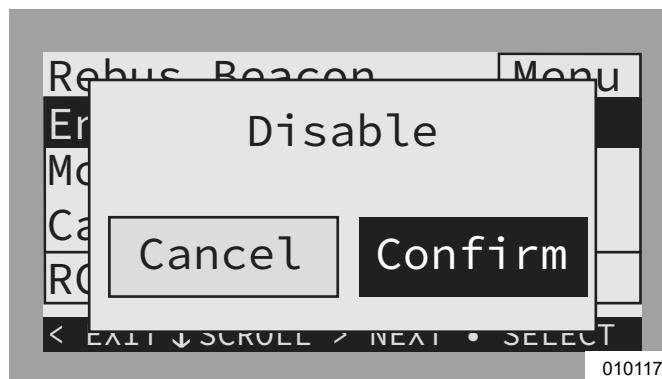

Figure 6-22. Désactiver l'horaire TOU (2 de 3)
3. Voir Figure 6-22. Utiliser la flèche droite pour sélectionner Confirm (Confirmer) et appuyer sur la touche centrale.